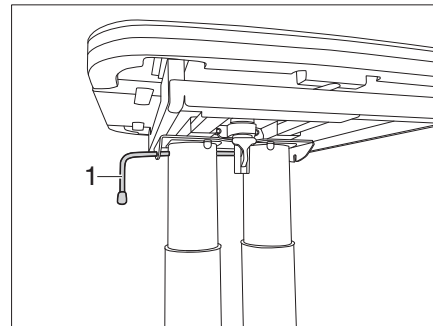

Bild 105 Lås bord
- Vrid låsspaken (Bild 105,1) till vänster. Spärren är öppen.
- Vrid låsspaken (Bild 105,1) till höger. Lyftbordet är låst.